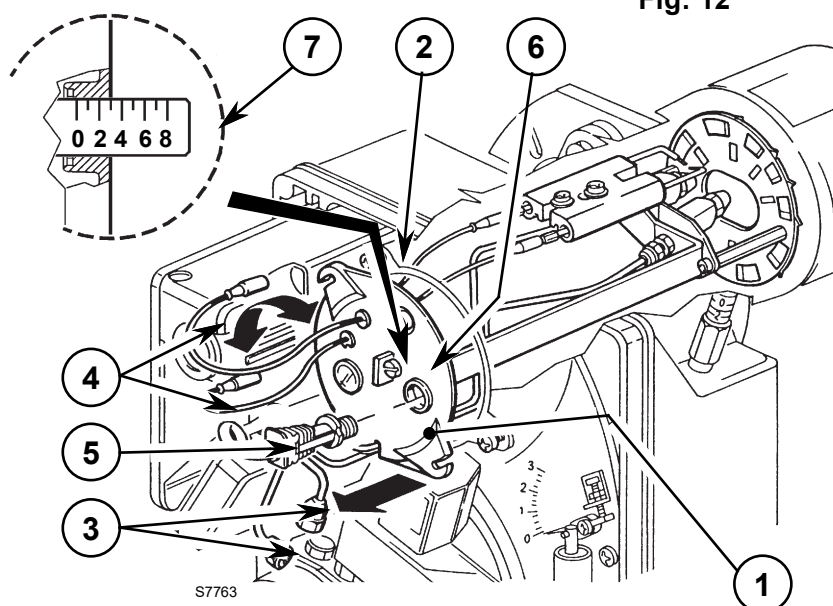

Fig. 12
REPLACEMENT DES GICLEURS, (Fig. 12 et 13)
4.3 REGLAGE TÊTE DE COMBUSTION, (voir Fig. 12, page 8)
La figure 12 montre le support de réglage de la tête (7) sur l'encoche 3.